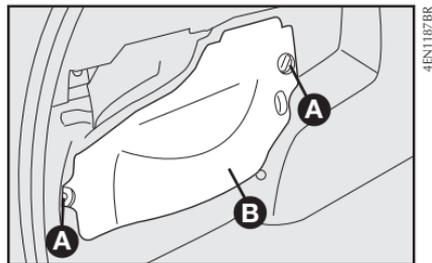

fig. 30
**17)** Recolocar a tampa **B-fig. 30**, apertando os parafusos **A**;